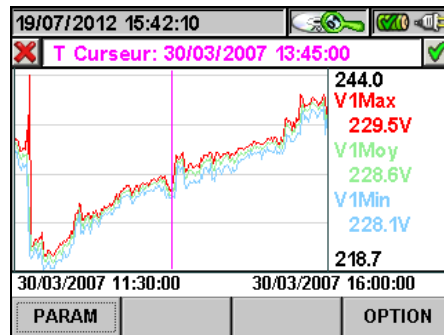

Fig. 141 : Engistrement du Graphe
- La touche **ENTER** (ou l'icône  à l'écran) confirme le choix effectué précédemment et affiche le graphique du paramètre choisi (Fig. 141).